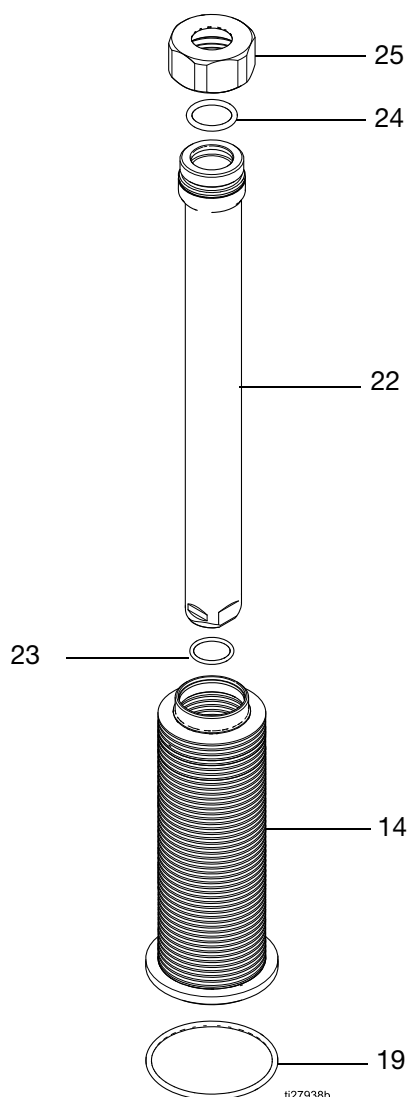

Рис. 3. Разборка или сборка сиффона
5. Извлеките уплотнительное кольцо (19) сифона.
ПРИМЕЧАНИЕ. Сифон в сборе состоит из гайки сифона (25), сифона (14), уплотнительных колец (23 и 24) и гильзы сифона (22). Процедуры разборки см. в разделе **Разборка блока сифона** на стр. 8 и Рис. 3 на стр. 9.
7. Достаньте четыре винта с колпачком (33) из основания сифонной камеры (13). Снимите сифонную камеру вертикально вверх с выпускного корпуса (8). Соблюдайте осторожность, чтобы не повредить шток поршня (3).
См. Рис. 3, стр. 9.
7. Извлеките уплотнительное кольцо (19) сильфона. См. Рис. 3, стр. 9.
8. Извлеките сильфон в сборе из сильфонной камеры (15). Снимите уплотнительное кольцо (23).
9. Если сильфон поврежден, также снимите клапан сапуна (28) с верхней пластины. Удалите все остатки краски из канала для жидкости.